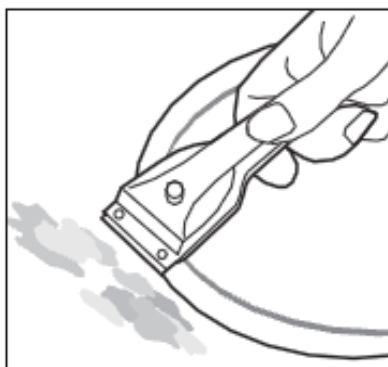

Рис. 7
- ▲ Для очистки варочной поверхности от остатков пищи и стойких пятен можно использовать скребок для стеклокерамических варочных поверхностей (продается в специализированных магазинах) (рис. 7).